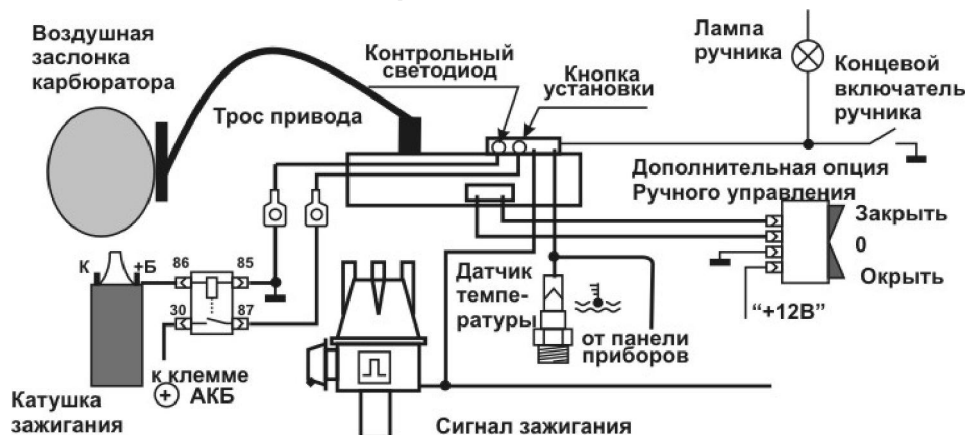

Рисунок 1 – Схема подключения устройства
2.2 На корпусе устройства имеется двухконтактный разъем для подключения дополнительного кабеля с кнопкой ручного управления положением заслонки (см. рисунок 1 и приложение А.)
6.2.1 Провод (0.35-0.5мм2, длиной 1м) «Сигнал датчика температуры» подключить к проводу штатного одноконттактного датчика температуры ДВС (см. рисунок 1). Провод подключить зажимом с проколом изоляции или другим способом, обеспечив надежный контакт.